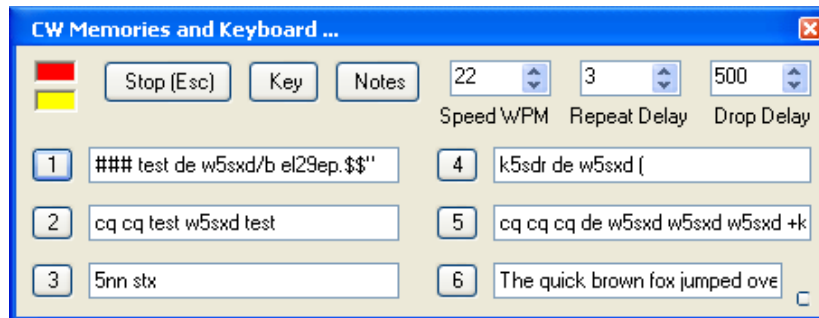

Abbildung 34: CWX Formular
Möchten Sie CW automatisch oder über Tastatur senden, so klicken Sie auf **CWX (33)** in der Menüzeile der PowerSDR-Konsole. Es öffnet sich das CWX Formular, siehe Abbildung 34. (mehr Details in den Erläuterungen zum CWX Formular auf Seite 101).